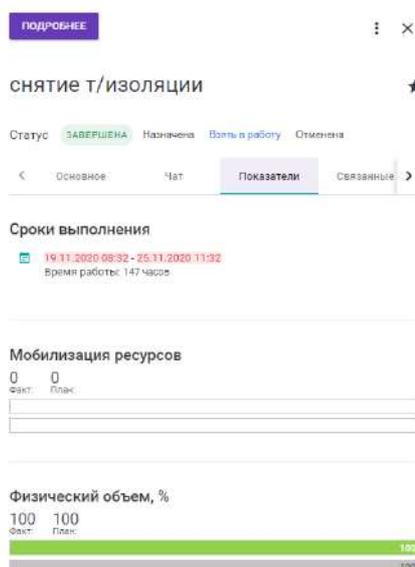

Рисунок 70 — Просмотр показателей по работе
- Выберите вкладку «Показатели»: система откроет следующие показатели: сроки выполнения, мобилизацию ресурсов и физические объемы работы (см.рис.70).